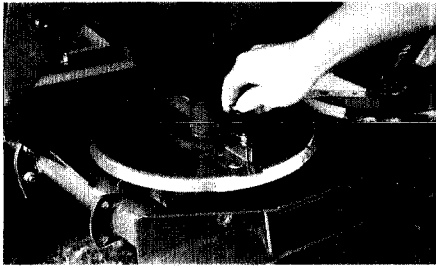
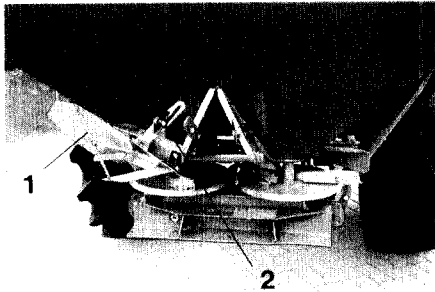
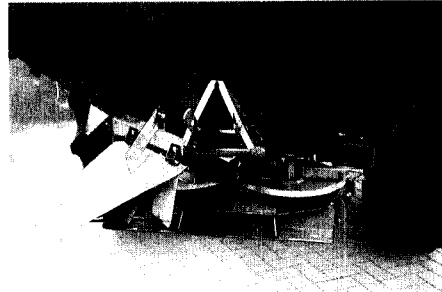

Fig. 7.12
Fig. 7.17
Fig. 7.18
L'épandage en bordure ou en limite de champ peut être réalisé avec l'aube de bordure (fig. 7.12/1) (pour épandre "sur la bordure côté gauche"), fournie de série ou le déflecteur de bordure (fig. 7.17) (équipement spécial).
Pour épandre en bordure, démonter l'aube longue du disque "VarioDisc" gauche (dans le sens d'avancement) et la remplacer par l'aube de bordure (fig. 7.12/1). Lorsqu'elle n'est pas utilisée, l'aube de bordure ou l'aube longue est fixée sur le côté de la machine (fig. 7.13).
- b) En s'aidant par exemple du 6-pans intérieur de l'écrou-poignée (fig. 7.12/2), desserrer l'écrou (fig. 7.15/5) puis tirer radialement l'extrémité de l'aube (fig. 7.15/4) le long de l'échelle (fig. 7.15/6) de la graduation "A" vers "F". Chaque position de l'extrémité de l'aube est lue sur le rebord gradué (fig. 7.15/7) de l'échelle.
Si le premier passage est jalonné dans la trace de passage du semoir (fig. 7/16) (pour un semoir 3 m, la distance de la première voie du passage à la bordure du champ est dans ce cas de 1,5 m), procéder comme suit en utilisant le déflecteur de bordure (fig. 7.17/1).
- Desserrer l'écrou-poignée (fig. 7.17/2) puis faire pivoter le déflecteur de bordure (fig. 7.17/1) de sa position de remisage (fig. 7.17) en position de travail (fig. 7.18).